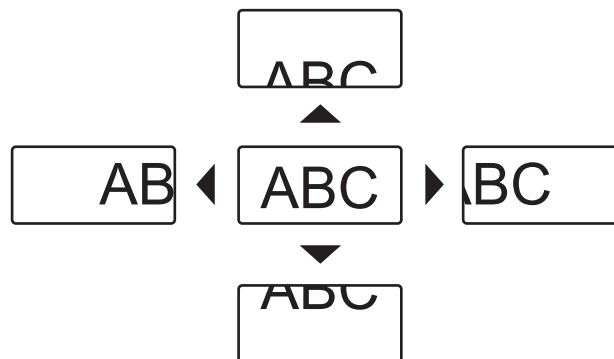

Fig. 1
4) Press the <ENTER> button.**5) Press ▲▼◀▶ to move the zoom position. (Fig. 1)**